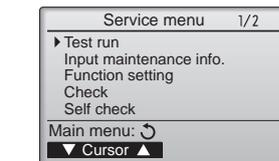

Fig. 7-1
- 1 У меню «Service menu» (Сервіс) виберіть пункт «Test run» (Тестовий прогін), а потім натисніть кнопку [ВИБРАТИ]. (Fig. 7-1)